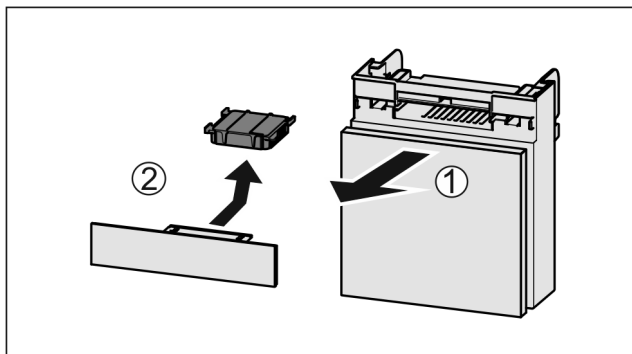

Fig. 88
- ▶ Træk rummet fremad Fig. 88 (1).
- ▶ Tag aktivkulfilteret Fig. 88 (2) ud.